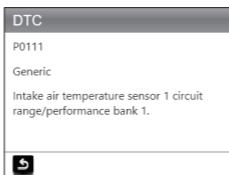

Abbildung 6.1.3
2. Wir nehmen einen Fehlercode P0111 als Beispiel (siehe Abbildung 6.1.3). Der AL500B gibt Ihnen die Definition des Codes (Ansauglufttemperatursensor 1 Kreisbereich / Leistungsbank 1).